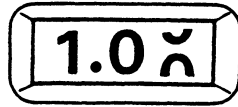

Fig. 16
- 基準ブロックを用いて零合せを行ったとき、Fig.16のようにカウンタが位置ずれしている場合は、次の手順に依り調整して下さい。
In case where deviation is observed as shown in Fig. 16 after the bottom block is levelled to the height of the reference block, the counter must be adjusted as follows:—